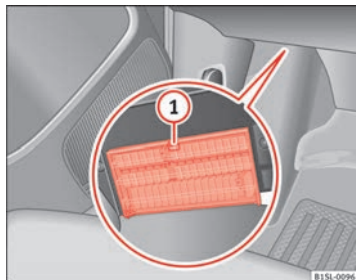

Fig. 149 Sous la planche de bord, côté conducteur : cache du boîtier de fusibles.
- **Ouverture** : appuyez sur le levier de verrouillage ⇒ fig. 149 ① jusqu'à ce que le couvercle puisse s'ouvrir.
- **Fermeture** : rabattez le couvercle vers le haut dans le sens contraire à la flèche jusqu'à ce qu'il s'encastre de manière audible sur le levier de verrouillage ①.